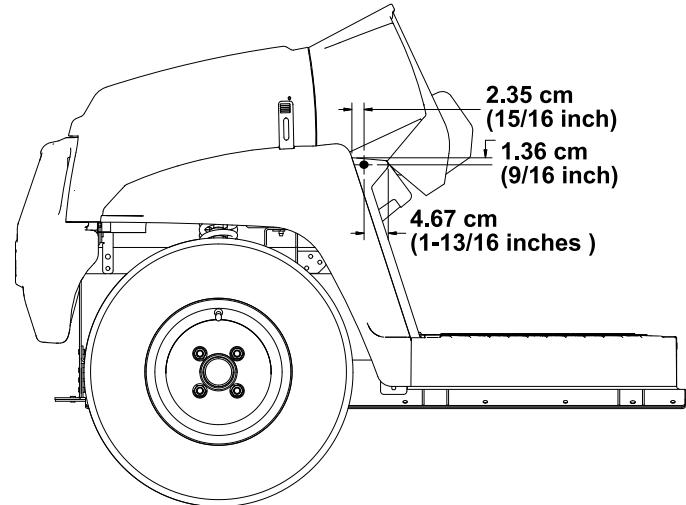

Figura 24
- Utilizzando le dimensioni nella Figura 24, praticate 1 foro (5/16") all'esterno della pedana, sui lati sinistro e destro della macchina.